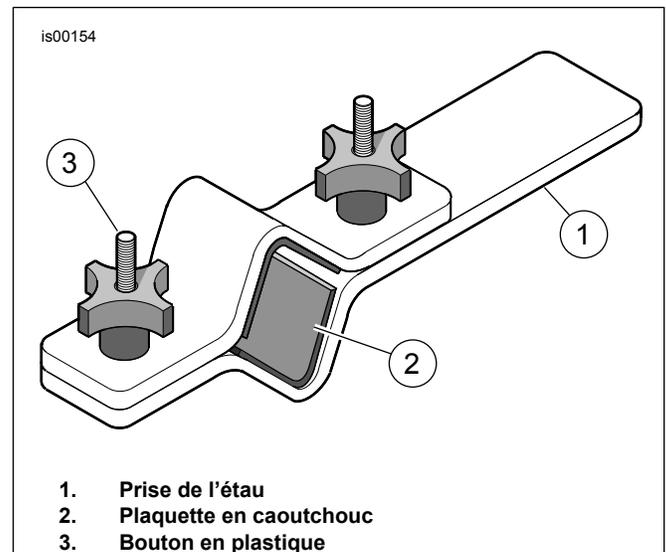

Figure 1. Support de tube de fourche (HD-41177)
3. Voir Figure 1. Poser la fourche dans le support de tube de fourche (HD-41177) comme suit :
- a. Bloquer l'extrémité de l'outil (1) en position horizontale, dans un état.
- b. Avec le boulon à capuchon de fourche en haut, serrer le tube de fourche entre les coussinets de caoutchouc (2), du côté intérieur de l'outil. Serrer les boutons (3) de manière à maintenir solidement le tube de fourche.